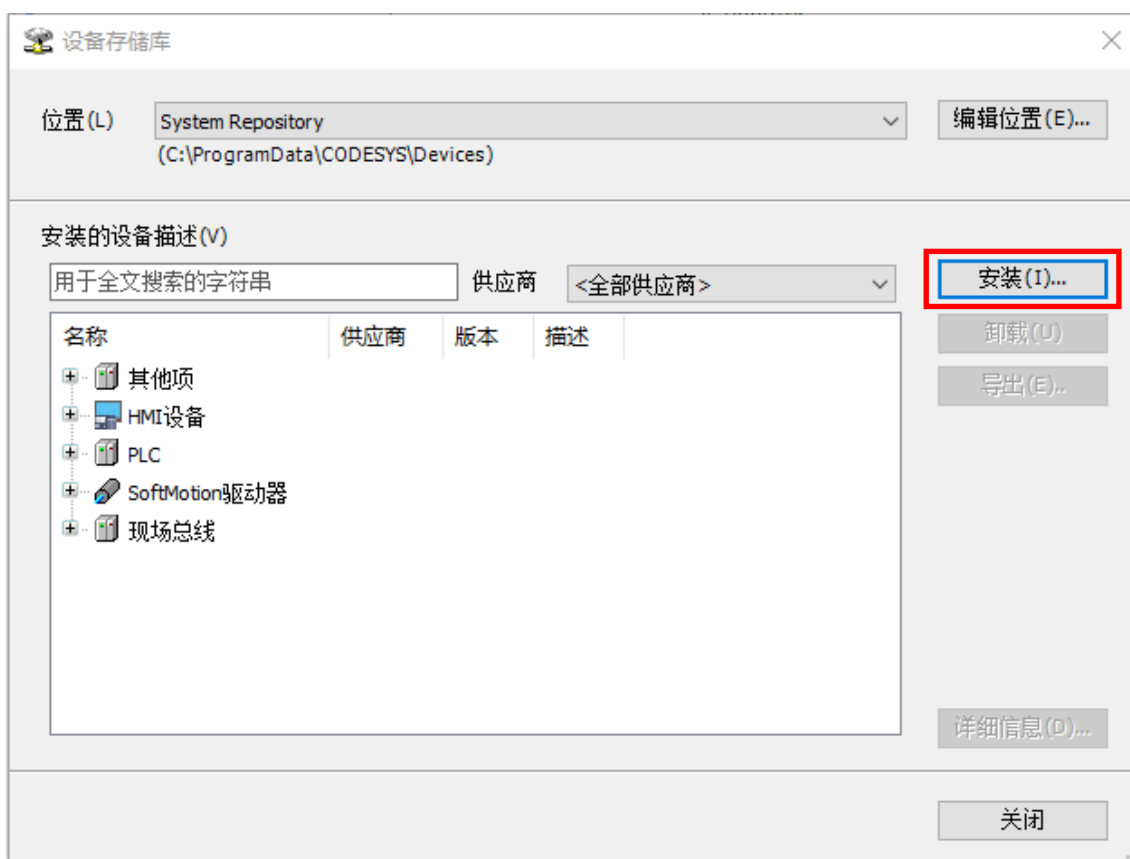

图 7-3 设备存储库“安装”
(2) 在之后弹出的“设备存储库”安装页面中，单击“安装（I）...”，如下图 7-3。